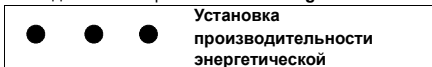

Fig. 2.59
- 3 Для тарирования *Энергетической производительности* индикаторные лампы LD1, LD2, LD3 должны отображаться как на Fig. 2.59.